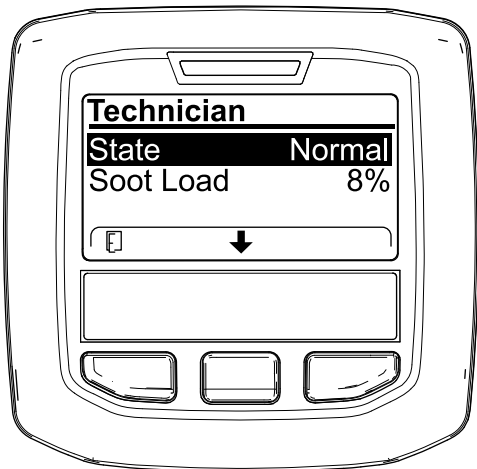

Figura 26
- Servitevi della tabella dell'operatività FAP per comprendere lo stato corrente dell'operatività del FAP (DPF) (Figura 26).